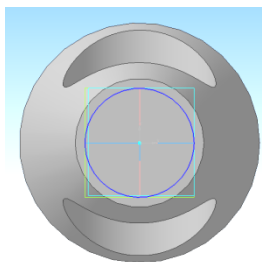

Рис. 9.23
19. Осталось построить сквозное вертикальное отверстие. Для этого выбрать построенную ранее смещенную плоскость относительно основания на 120 мм. На этой плоскости в режиме эскиза построить окружность диаметром 50 мм (рис. 9.23).